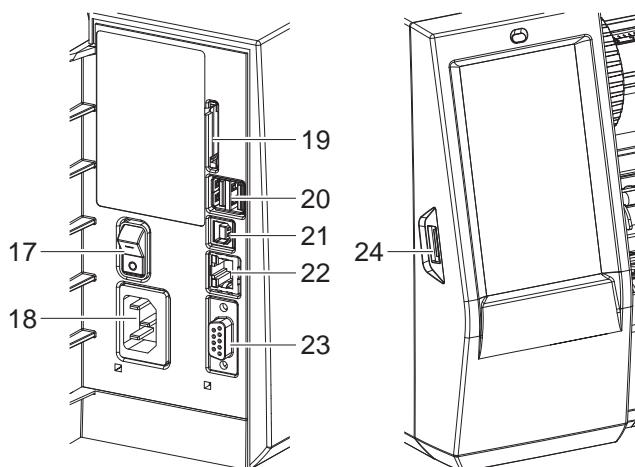

Рис. 3 Разъемы
Интерфейсы и разъемы, доступные в серийном исполнении, изображены на Рис. 3.
2. Вставьте сетевой кабель в разъем (18/Рис. 3).
- Включите принтер с помощью сетевого выключателя (17/Рис. 3).